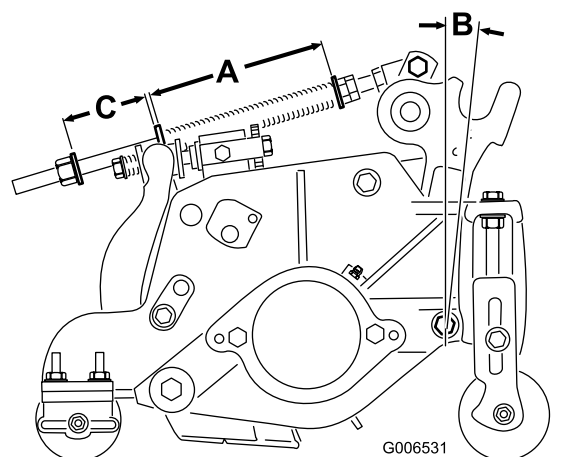

図 20
ターフ補正スプリング (図 20) は、カッティングユニットの前から後ろへの「体重移動」を行います。これにより、ボビングと呼ばれる「波打ったような」仕上がりを防いでいます。
1. スプリングロッド後部のロックナットを締めて、すきま (C) を 51 mm とする (図 20)。
2. スプリングロッド前部の六角ナットを締め、スプリング（圧縮状態）の長さ（A）が15.9 cmになるようにする（図 20）。
注 アンジュレーションの大きなターフを刈る時は、ターフ補正スプリングの長さ（A）とすき間（C）を13 mm 大きくします（図 20）。